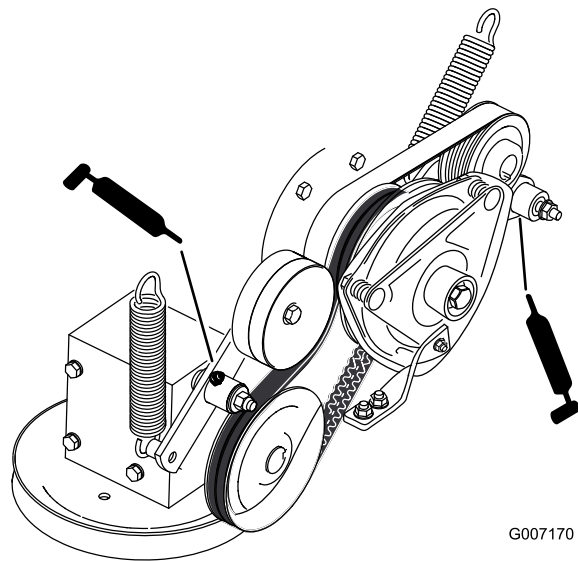

Figura 34
8. Ingrassate il braccio di rinvio della cinghia di trasmissione della PDF (Figura 34).
9. Ingrassate il braccio di rinvio della cinghia della pompa (Figura 34).